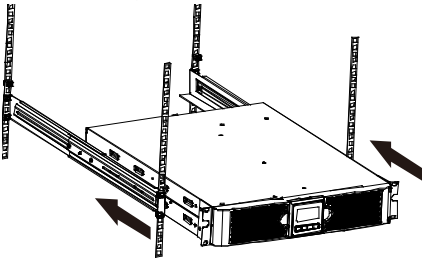

Fig. 6
3. Glisați sursa de alimentare neîntreruptibilă în șina stivei și blocați-o în incinta stivei. (Fig. 6)